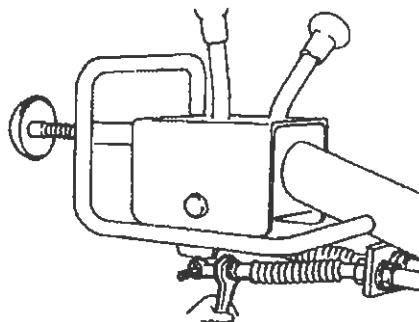

Figura 11
4. Allentare il dado di chiusura all'estremità dello stelo (Figura 11)